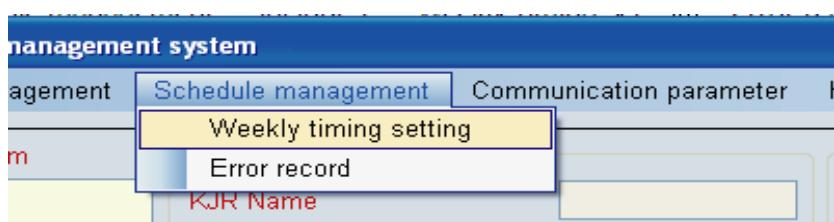

Рис. 4-28
- 3) “Schedule management” («Управление программой») включает следующие пункты: “Weekly timing setting” («Настройка недельного таймера») и “Error record” («Учет ошибок») (см. Рис. 4-28):